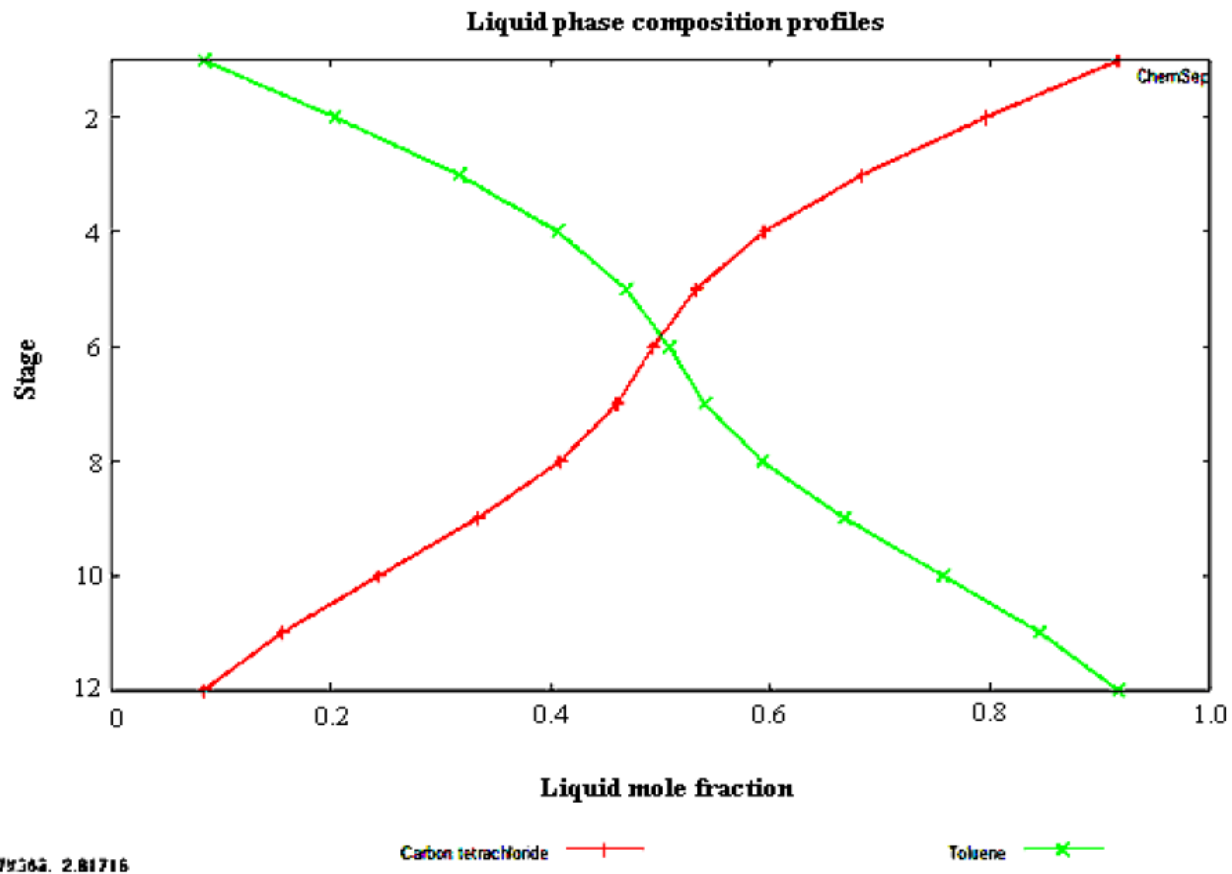

Рисунок 1 – Окно Liquid phase composition profiles для компонентов (ЧХУ и толуола)
- графики Liquid phase composition profiles и Vapour phase composition profiles (рисунок 1);